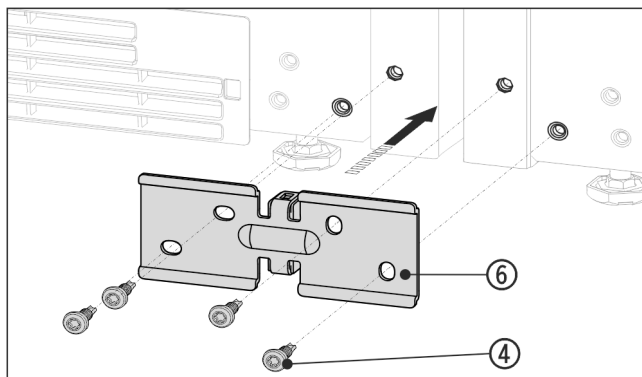

Fig. 13 Représentation à titre d'exemple
- Pousser l'équerre Fig. 13 (6) avec l'entretoise entre les appareils et visser sans serrer avec 4 vis Fig. 13 (4).